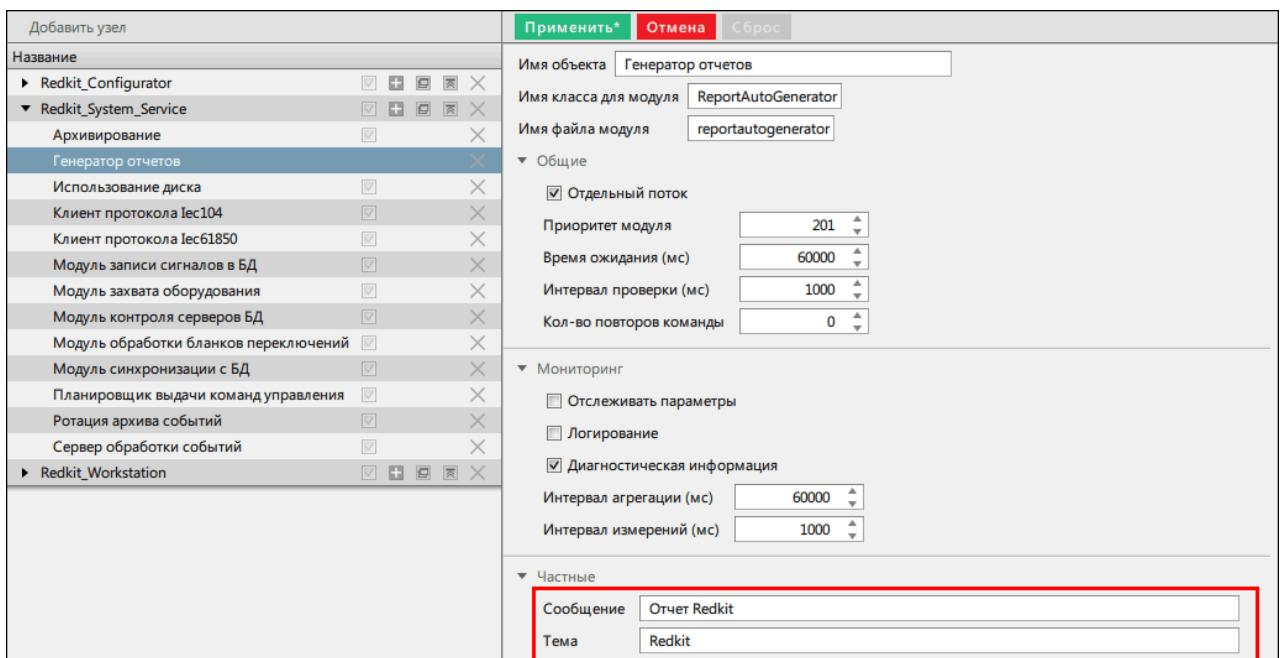

Рисунок 157 - Настройки модуля «Генератор отчетов»
2. В модуле Генератор отчетов впишите тему письма с отчетом и сообщение, прикрепленное к отчету (Рисунок 157).